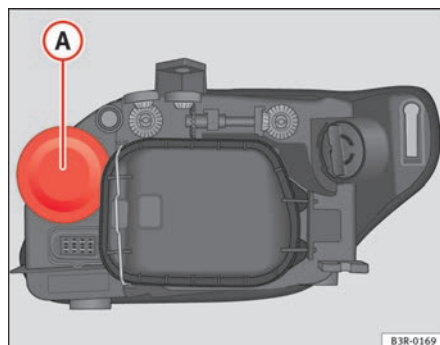

Abb. 191 Fernlicht
- Ziehen Sie die Gummikappe **A** ⇒ Abb. 191 ab.